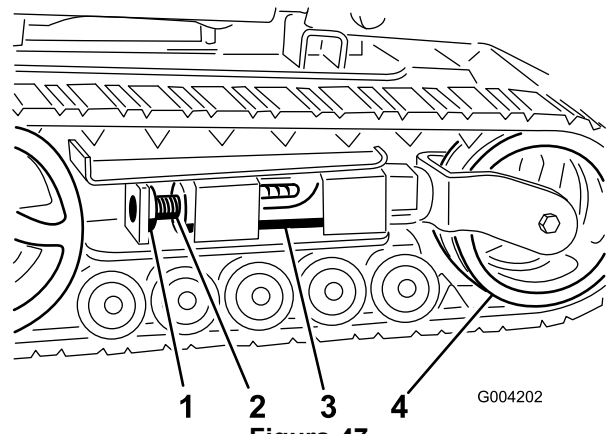
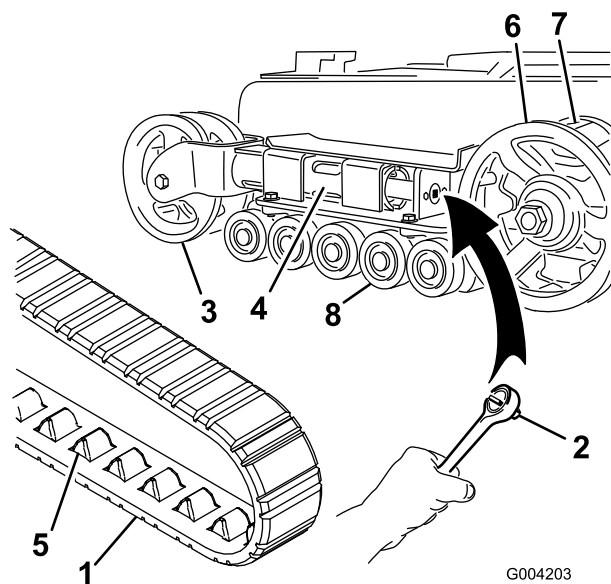

Figura 47
Figura 48
5. Alinee la muesca más próxima del tornillo tensor con el taladro del perno de bloqueo, y fije el tornillo con el perno de bloqueo y la tuerca (Figura 47).
3. Retire el perno de bloqueo y la tuerca (Figura 47).
4. Con una llave de vaso ($\frac{1}{2}$ "), libere la tensión de transmisión girando el tornillo tensor en el sentido de las agujas del reloj (Figura 47 y Figura 48).
5. Empuje la rueda tensora hacia la parte de atrás de la unidad de tracción para mover el tubo tensor contra el bastidor (Figura 48). (Si no toca el bastidor, siga girando el tornillo tensor hasta que lo toque.)
7. Cuando haya retirado la oruga de la rueda tensora, retírela de la rueda motriz y de las ruedas de rodaje (Figura 48).
8. Comenzando en el piñón de transmisión, enrosque la nueva oruga alrededor del piñón, y asegúrese de que los dientes de la oruga queden entre los dientes del piñón (Figura 48).
9. Empuje la oruga por debajo de y entre las ruedas de rodaje (Figura 48).
6. Coloque el tapón engrasado sobre la cabeza del perno (Figura 48).
7. Sujete el tapón de la rueda de rodaje con la anilla a presión (Figura 48).